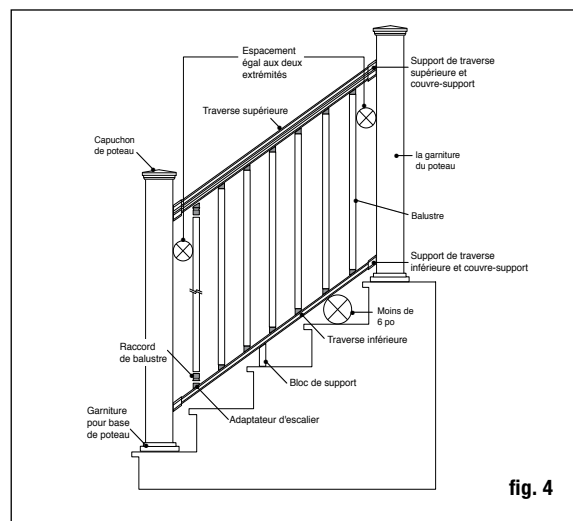

fig. 4
**Étape 6** Déposez la traverse inférieure sur les marches avec les trous percés orientés vers le bas. Vérifiez les exigences du code de la construction pour l'espacement maximum sur un escalier, typiquement moins que 15 cm (6 po). Une balle de 15 cm (6 po) ne peut passer par le triangle formé par la traverse du bas, le giron et la contremarche (fig 4). Marquez la position du support sur chaque poteau. Retirez la traverse. Marquez les emplacements des vis et percez à travers les poteaux en utilisant seulement un foret de 1/8 po.